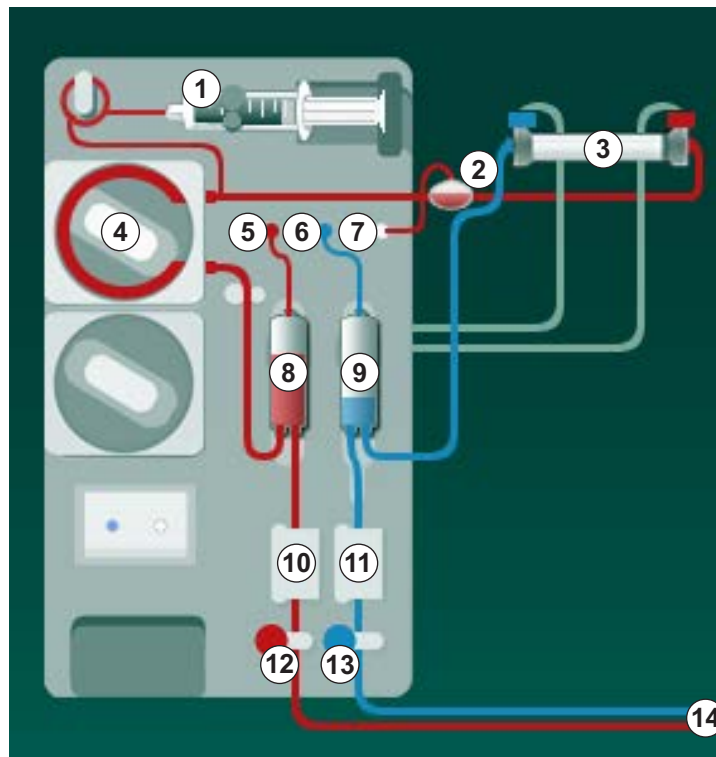

Abb. 9-3 Blutschlauchsystem einlegen – Single-Needle-Cross-Over
1. Dialysator (Abb. 9-3, ③) im Dialysatorhalter befestigen (siehe Abschnitt 5.6 Dialysator anschließen (100)).